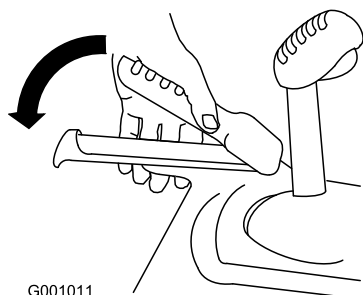

Figura 28
2. Engate a alavanca de tração e segure-a no sítio (Figura 28).